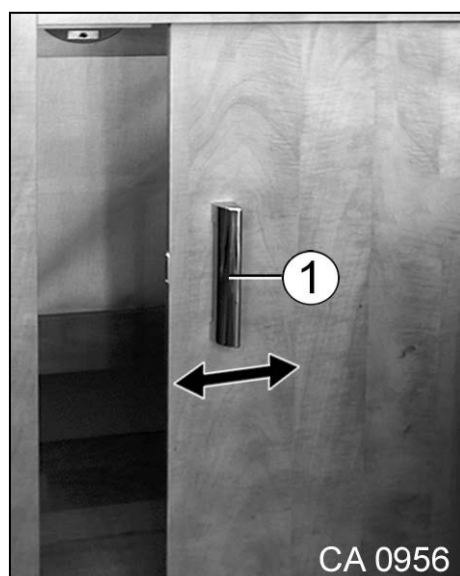

Fig. 90 Fermeture magnétique
1. Glisser la porte coulissante vers le côté à l'aide de la poignée (Fig. 90/1). Ne pas tirer sur la poignée (Fig. 90/1) et ne pas la tourner !